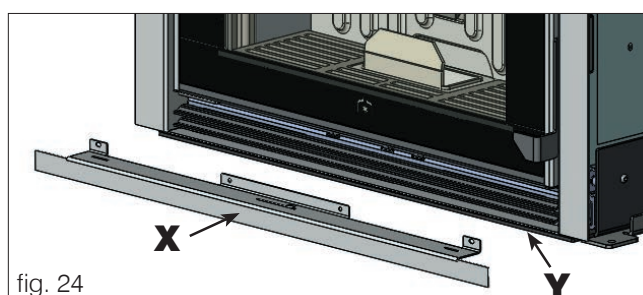

fig. 24
Dopo aver rimosso la griglia inferiore, è possibile montare, sulla base inferiore della struttura, il profilo metallico di finitura "angolare" (X - per rivestimenti a "cornice" o con cartongesso) in sostituzione del profilo metallico piatto (Y) già montato (vedi fig. 24).